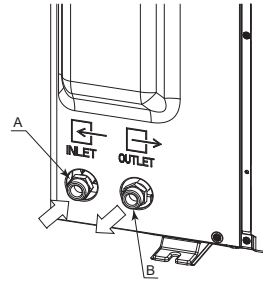

Fig. 6-1
6.1. Raccordement des tuyauteries d'eau (Fig. 6-1)
- Positionner les tuyaux d'entrée et de sortie comme le montre le Fig. 6-1.
[Fig. 6-1]